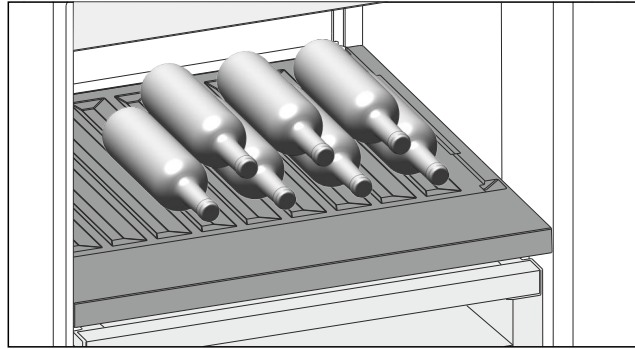

Fig. 215 Beispielhafte Darstellung
- ▶ Flaschen mit dem Boden nach hinten zur Rückwand einlegen. (siehe Fig. 215)